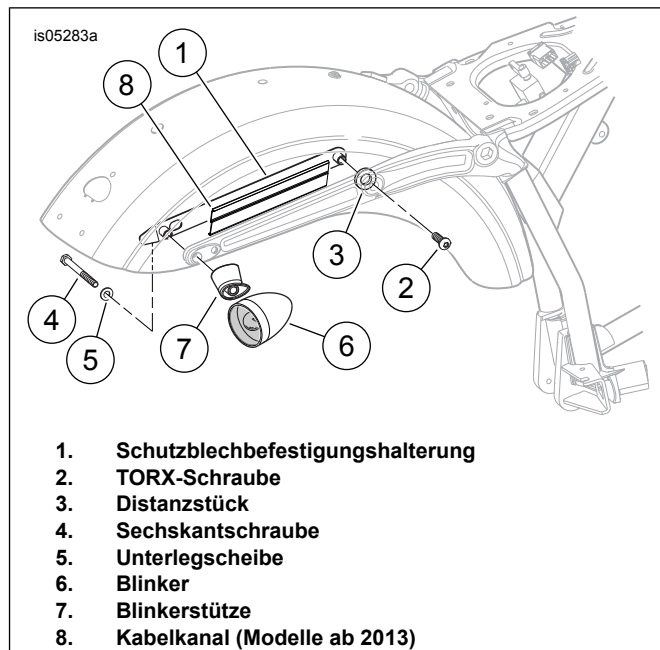

Abbildung 2. Den Blinker vom Schutzblech abnehmen
9. Siehe Abbildung 2. Die Schraube (2) vorne an der Schutzblechbefestigungshalterung (1) entfernen.